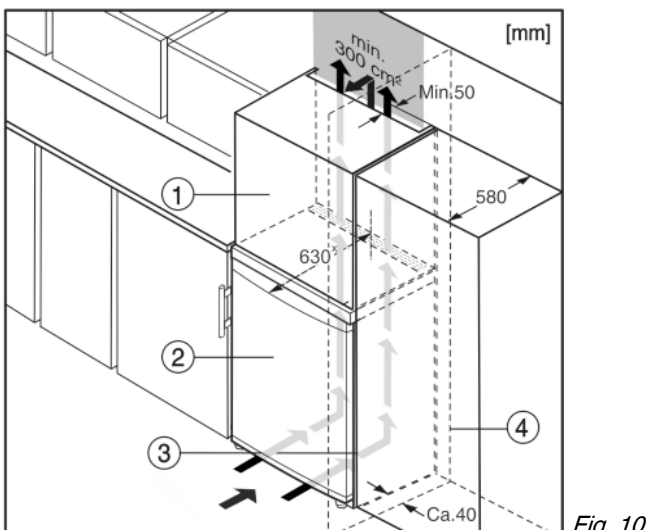

Fig. 10
L'apparecchio può essere incassato nell'arredamento per la cucina. Per adattare l'apparecchio Fig. 10 (2) all'altezza della cucina componibile, è possibile applicare sopra l'apparecchio un adeguato mobile da appoggio Fig. 10 (1).
Si la cocina posee armarios (profundidad máx. 580 mm), el aparato se puede colocar directamente junto al armario de cocina Fig. 10 (3). El aparato sobresale 34 mm^x por los lados y 50 mm^x en el centro del aparato respecto al frente del armario de cocina.
Se l'apparecchio con cerniere viene installato accanto ad una parete Fig. 10 (4), la distanza minima fra l'apparecchio e la parete deve essere almeno di 40 mm, che corrisponde alla sporgenza della maniglia con la porta aperta.